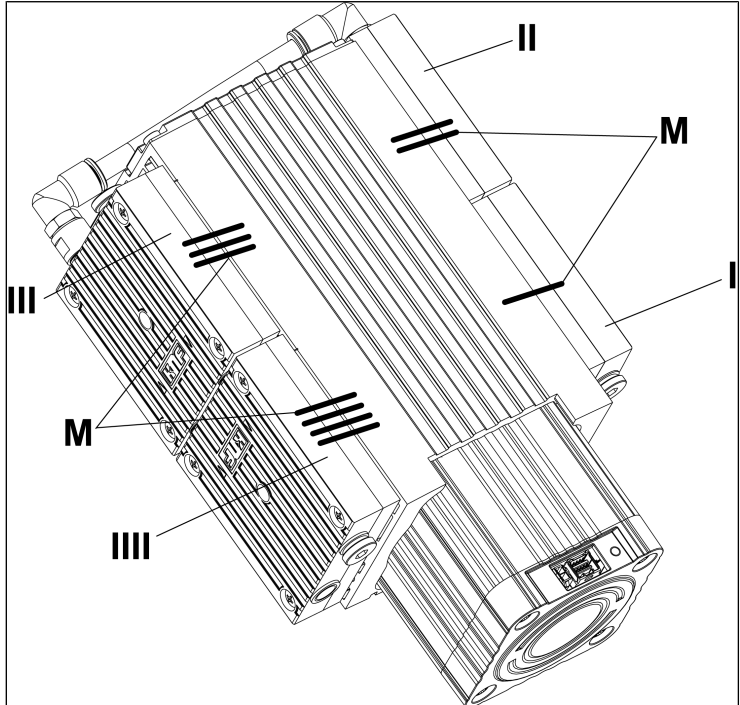
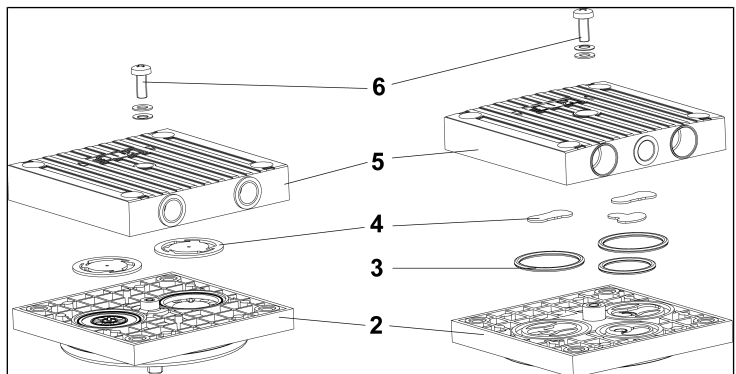

Abb.10: Markierung der Pumpe
Abb.13: Explosionsdarstellung des Pumpenkopfs
3. Kopf 1 (I/Abb. 10):
4. Kopf 2 (II/Abb. 10):
5. Kopf 3 (III/Abb. 10):
6. Kopf 4 (IIII/Abb. 10):
9. Lösen Sie an beiden Köpfen jeweils die Kopfschraube (6/ Abb. 13) im Kopfdeckel (5/Abb. 13).
10. Nehmen Sie den Kopfdeckel von der Zwischenplatte (2/ Abb. 13) ab.
1. Entnehmen Sie von den Zwischenplatten (**2/Abb. 13**) die Ventile (**4/Abb. 13**).
Entnehmen Sie die O-Ringe (**3/Abb. 13**).
3. Legen Sie die neuen Ventile (**4/Abb. 13**) in die Zwischenplatten (**2/Abb. 13**) ein.
Legen Sie die neuen O-Ringe (**3/Abb. 13**) in die Zwischenplatten (**2/Abb. 13**) ein.
5. Legen Sie die Kopfdeckel (**5/Abb. 13**) auf die Zwischenplatten (**2/Abb. 13**) entsprechend den Filzstiftmarkierungen (**M/Abb. 10**) auf.
6. Ziehen Sie an beiden Köpfen jeweils die Kopfschraube des Kopfdeckels (**6/Abb. 13**) vorsichtig, leicht und handfest an (Anziehdrehmoment: 60 Ncm).
5. Führen Sie die Schritte 6-8 (Pumpenkopf abmontieren), sowie die Schritte 1-6 (Ventilplatten wechseln und Zwischenplatten montieren) und die Schritte 1-4 (Membranen wechseln und Pumpenkopf montieren) für die Köpfe 3 und 4 (III und IIII/Abb. 10) durch.